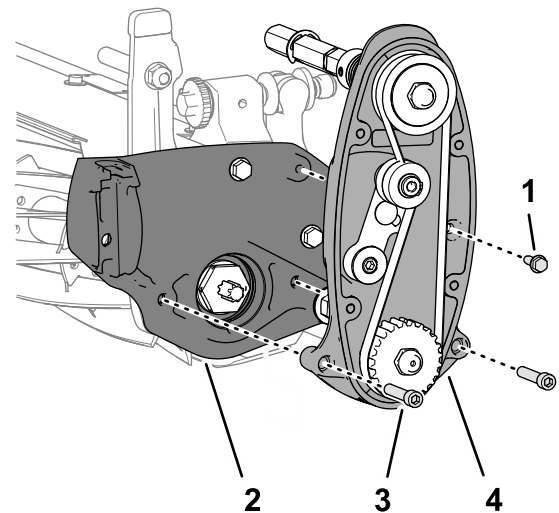

Bild 7
3. Entfernen Sie die beiden Innensechskantschrauben (5/16" x 1 1/2") von den beiden Sicherungsmuttern (unverlierbar in der Seitenplatte gehalten), mit der die Rollentriebsbaugruppe an der Seitenplatte des Mähwerks befestigt ist, und entfernen Sie den Rollentrieb (Bild 7).